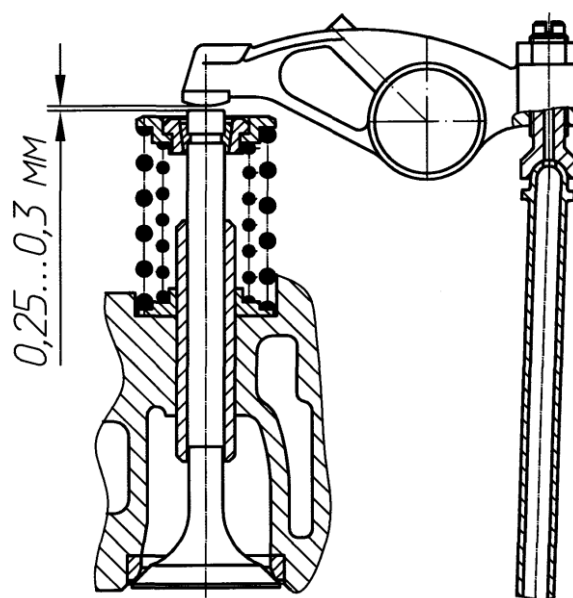

Рис. 9.3 Зазор между клапаном и коромыслом
- проверьте щупом 0,3 мм (У5-4904, имеется в комплекте ЗИП дизеля) зазор между стержнем клапана и бойком коромысла (рис. 9.3) у обоих клапанов первого цилиндра. Щуп должен входить в зазор с усилием;